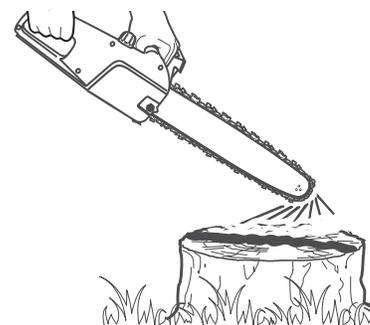

Fig. 18
- Certifique-se de que a guia (11) e a corrente (10) estão colocadas quando verificar a distribuição de óleo.
- Ligue o motor e mantenha-o funcionar à potência média; verifique se o óleo para correntes é distribuído conforme demonstrado na figura (Fig. 18).